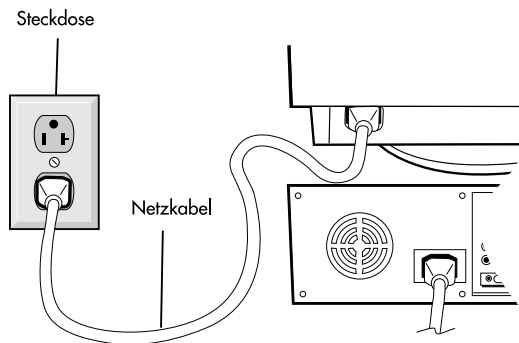

Abbildung C.1
5. Schließen Sie ein Ende des Netzkabels an den MultiSync FE950+ Monitor an und stecken Sie das andere Ende in die Steckdose (**Abbildung C.1**).